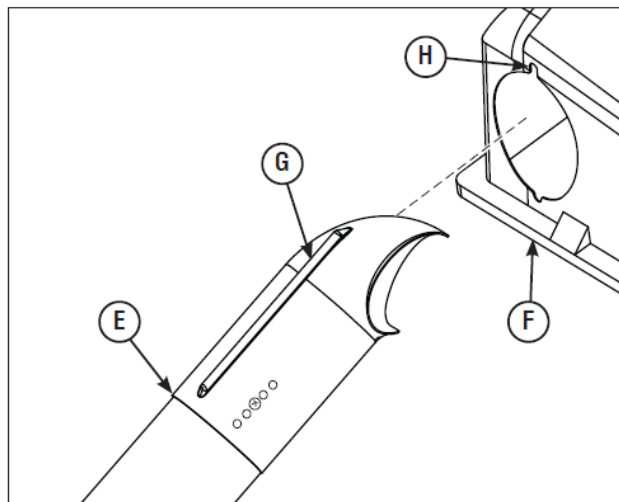

図 17
3. 組み付けられたチューブ（図 17 の E）の背（G）をカバー-Assy（F）の切れ込み（H）に合わせて、差し込んでください。